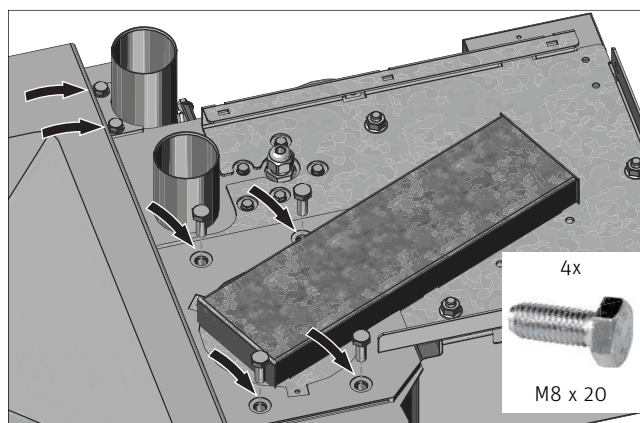

Fig. 46 Saugturbine montieren
- Saugturbine auf Vorratsbehälter legen und mit 4 Sechskantschrauben M8x20 anschrauben und Anschluss für RL-Schlauch bei offenem Langloch einschieben und die beiden TT-Schrauben **VORSICHTIG** festziehen – Fig. 46.